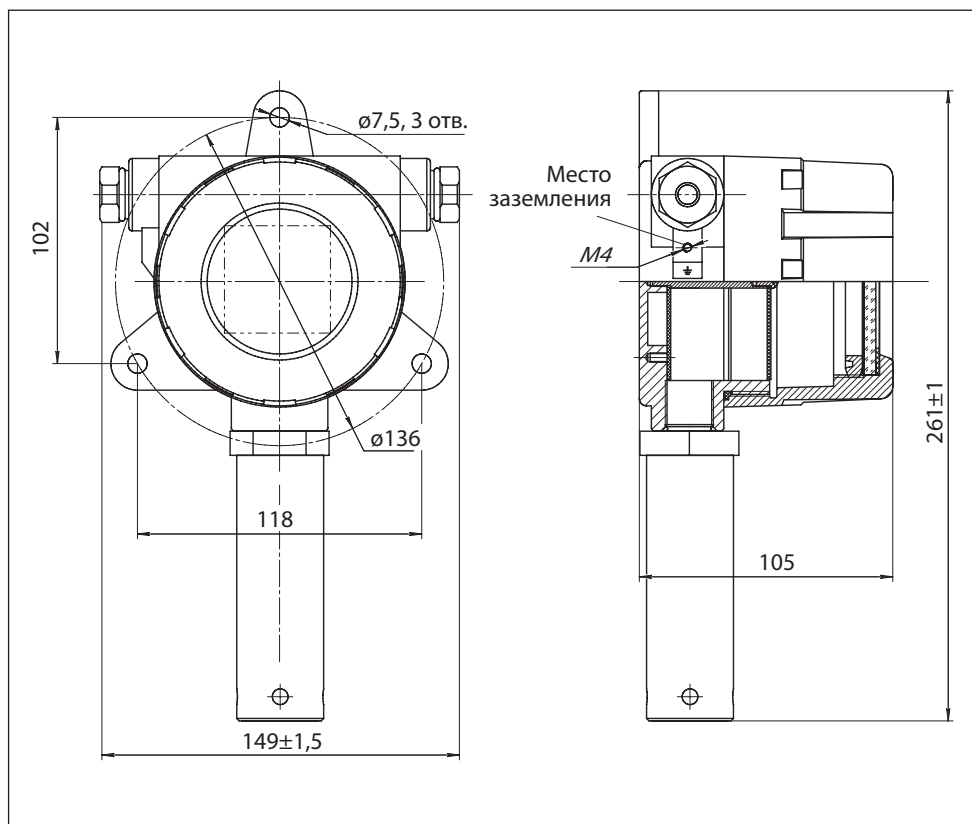
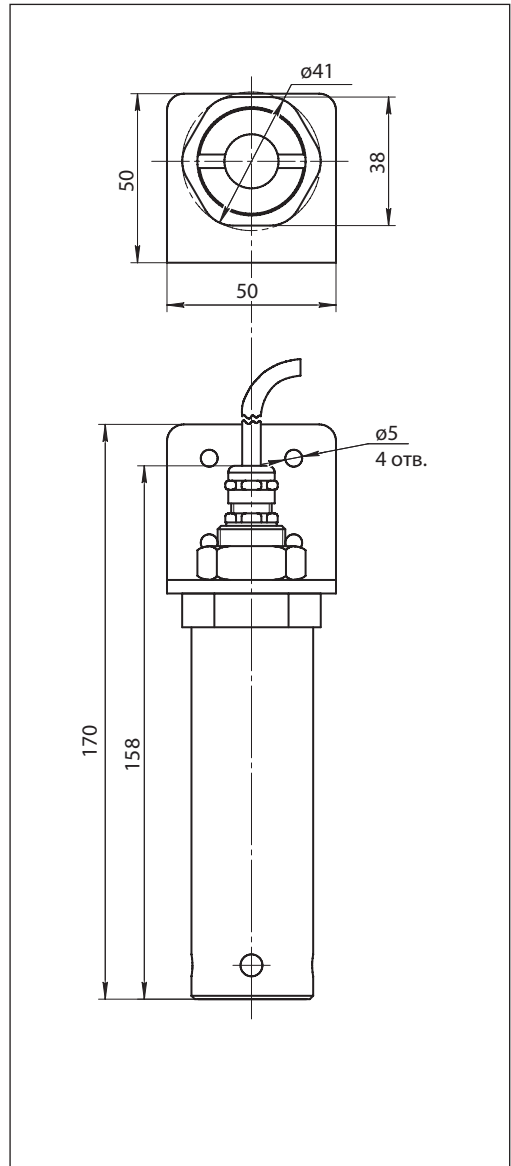

Рис.8. Габаритный чертёж газоанализатора "Сенсон-СВ-5021"
Рис.9. Габаритный чертеж выносного измерительного модуля газоанализатора "Сенсон-СВ-5021"
ГА необходимо располагать так, чтобы интерфейсный модуль с ИСМ был направлен вертикально вниз (рис.8). Это препятствует попаданию влаги, пыли и посторонних предметов на фильтр газоанализатора. Наиболее простой способ монтажа – крепление к стене с помощью отверстий на фланце прибора, согласно рис.8 и 9. Выносной интерфейсный модуль крепится на кронштейне и также располагается вертикально, крышкой вниз (рис.9).
15. Подключите провод заземления к корпусу газоанализатора, согласно рис.8.